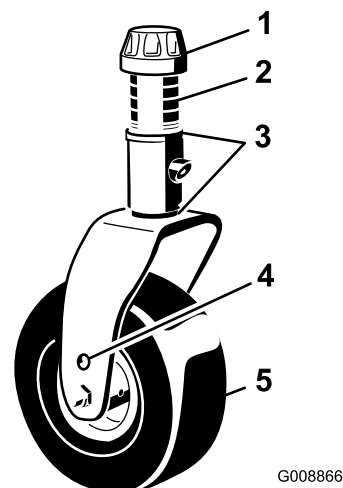
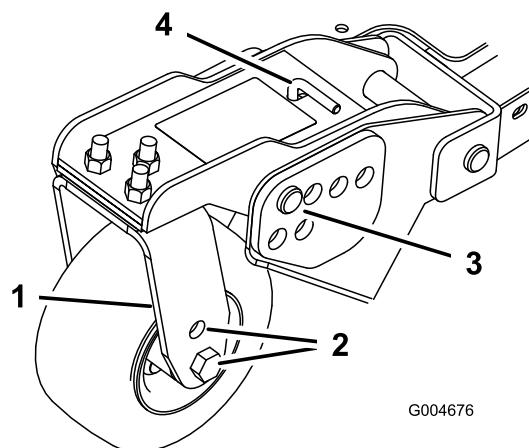
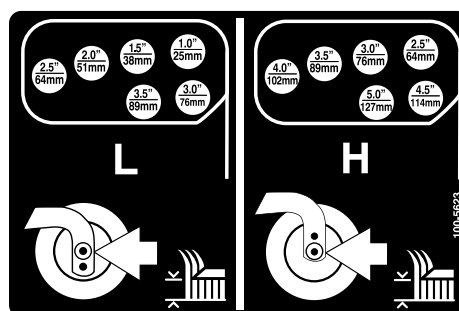

Figure 24
Figure 26
Figure 27
1. Placez les essieux des roues pivotantes dans les mêmes trous sur toutes les fourches (Figure 24 et Figure 26).
2. Enlevez le chapeau de tension de l'axe de pivot et sortez l'axe du bras de la roue pivotante (Figure 24).
- Enlevez la goupille fendue et les axes de chape des bras de pivot (Figure 26).
- Tournez la tige de tension pour élever ou abaisser le bras de pivot jusqu'à ce que les trous soient en face de ceux du support de hauteur de coupe sélectionnés dans le cadre du plateau de coupe (Figure 26 et Figure 27).